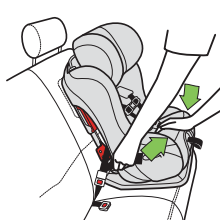
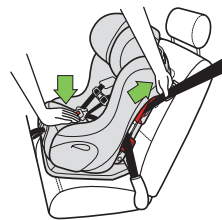

Figura 96
Figura 97
- Presione el centro del asiento de seguridad para oprimir el cojín del vehículo y tire del extremo del cinturón de solo regazo o la parte del cinturón de hombro y regazo a fin de apretarlo, como se muestra en la **figura 96** (solo cinturón de regazo) o en la **figura 97** (cinturón de regazo y hombro).